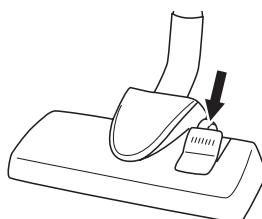

Figura 4
4. Seleccione el reglaje para aspirar moqueta o suelo duro accionando la clavija con el pie, véase la figura 4. Para superficies duras oprima la clavija de manera que el cepillo salga de la boquilla. Para moquetas tire hacia arriba la clavija.